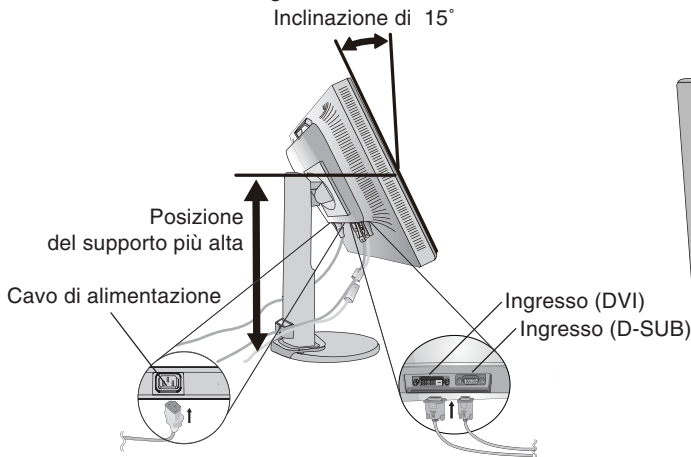

Figura B.1
3. Appoggiare le mani su entrambi i lati del monitor per inclinare lo schermo LCD di 15 gradi e alzarlo alla posizione più alta (**Figura B.1**).
4. Collegare tutti i cavi al connettore appropriato sul retro del monitor (**Figura B.1**).